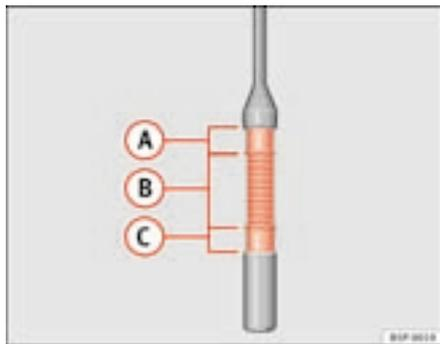

Fig. 125 Asta di misurazione livello olio motore.
- Estrarre nuovamente l'astina di misurazione e rilevare il livello dell'olio sull'estremità inferiore ⇒ fig. 125.
Non aggiungere olio se il livello si trova nel settore ⇒ fig. 125 **A**.